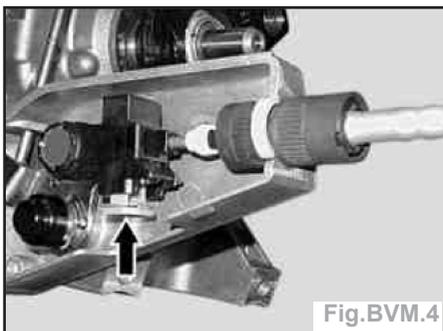

Fig.BVM.4
- Enfoncer le cran de verrouillage (flèche) (Fig.BVM.4).